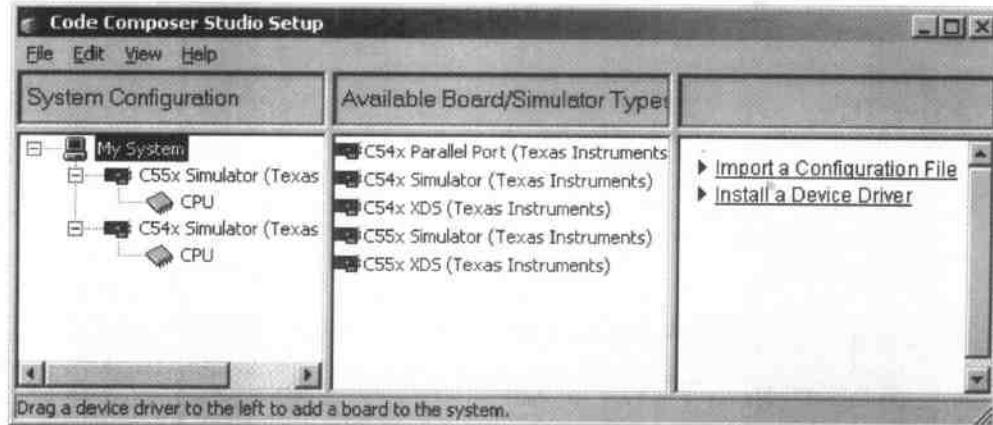
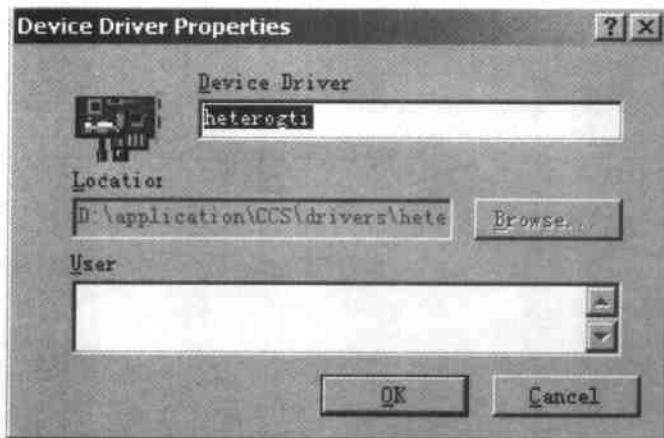
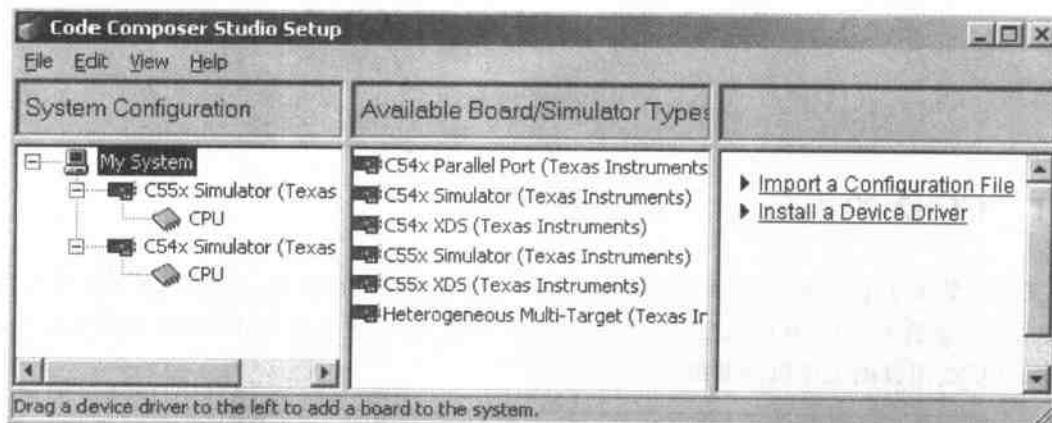

图 1.2 CCS2 配置界面
图 1.5 驱动程序属性窗口
图 1.6 配置后的界面
双击桌面上的 Setup CCS2studio 图标, 或者在开始菜单中运行 Setup Code Composer Studio 程序, 可以激活 CCS2 的配置工具, 配置界面如图 1.2 所示。
图 1.2 左边一栏中的 My System 表示系统配置; C55X Simulator/C54X Simulator 表示当前的仿真器目标板; CPU 表示相应的处理器。这个界面中列举了已经安装的可供选择的配置。改变当前的工作配置时, 需要保存改变的配置才能生效。中间一栏表示已经安装的仿真器类型。图中是已经安装的 CCS2 自带的 TI 公司的 C54X 和 C55X 系列仿真器。右边一栏是配置命令/信息选项, 单击 Import a Configuration File, 便出现仿真器导入配置对话框。对话
(1) 双击桌面上的 Setup CCS2studio 图标,运行 CCS2 的配置程序,出现如图 1.2 所示的
(2) 选择 Edit→Install Driver 项, 或者在如图 1.2 所示的配置界面的右边一栏单击 Install a Device Driver 选项, 出现如图 1.4 所示的驱动程序配置对话框。选择需要的驱动程序, 这里选 heterogti.dvr, 会出现如图 1.5 所示的驱动程序属性窗口, 在此可以为驱动程序重新命名。该驱动程序默认的名字是 Heterogeneous Multi - Target (Texas Instruments), 单击 OK。
(3) 执行菜单命令 Edit→Add to System, Heterogeneous Multi - Target (Texas Instruments) 便出现在 CCS2 配置界面的中间一栏, 如图 1.6 所示(与图 1.2 对照, 中间一栏多了 Heterogeneous Multi - Target (Texas Instruments) 一项)。